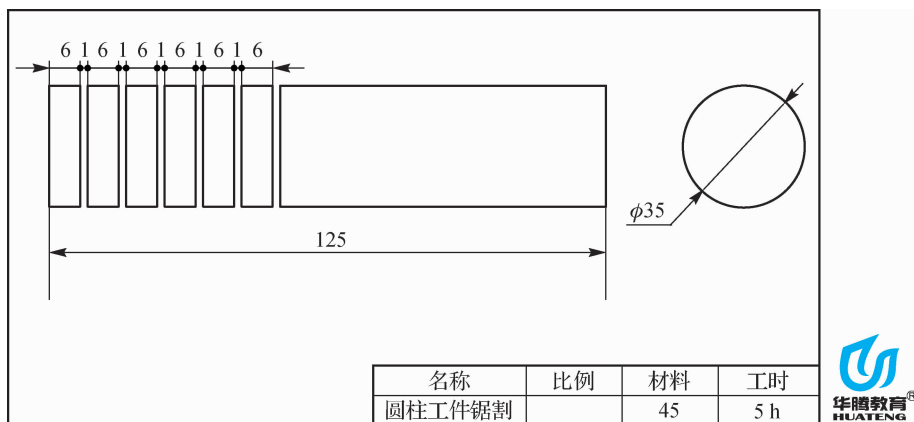

图 3-12 圆柱工件锯割
锯割如图 3-12 所示的圆柱工件。
- (1)根据图 3-12,利用 V 形铁上的 V 形槽在圆柱铁上划线,必须绕着圆柱表面划出完整的锯割线。
- (2)对工件进行安装,注意锯割线不要远离钳口侧面,可以防止锯割时圆钢向下滑移。夹持力大小适宜,能夹紧不动就可以。
- (3)选择合适的锯条安装,松紧适宜。
- (4)对工件进行锯割练习,时刻注意锯缝的加工质量。